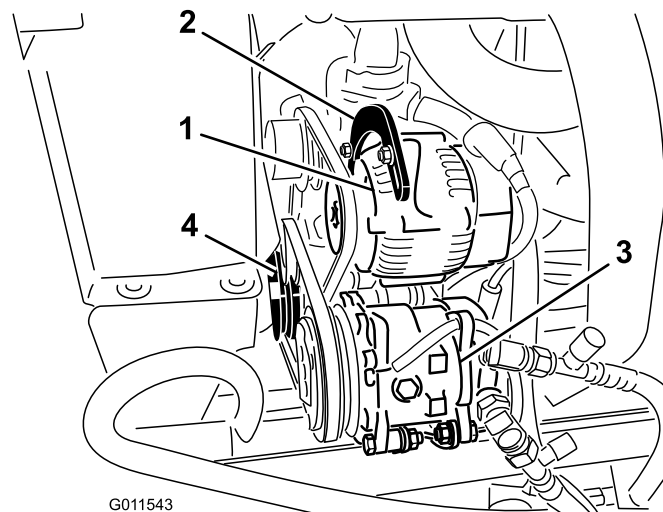

Figura 69
Verifique o estado e a tensão da correia (Figura 69) após cada 100 horas de funcionamento.
2. Se a deslocação obtida não for igual a 10 mm, deve desapertar os parafusos de montagem do alternador (Figura 69). Aumente ou diminua a tensão da correia do alternador e aperte os parafusos. Verifique uma vez mais a deslocação da correia para se certificar de que a tensão está correcta.
- Se o desvio obtido não for igual a 10 mm, deverá libertar o parafuso de montagem da polia intermédia (Figura 69). Aumente ou diminua a tensão da correia do compressor e aperte o parafuso. Verifique uma vez mais a deslocação da correia para se certificar de que a tensão está correcta.